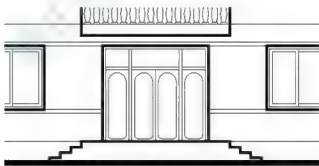

图 4.67 绘制台阶全部轮廓
重复⑤~⑥步, 绘制出其他踏步和平台, 结果如图 4.67 所示。